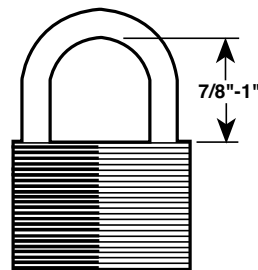

Figura 3
**INFORMACIÓN DEL CANDADO-** Candado con argolla de altura de 7/8" a 1" (figura 3) (se recomienda Master N.º 5 o equivalente, no incluido).